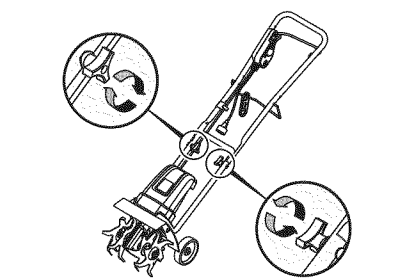

Fig. 2
- Vissés les boutons pour maintenir les poignées en place (Fig. 2).